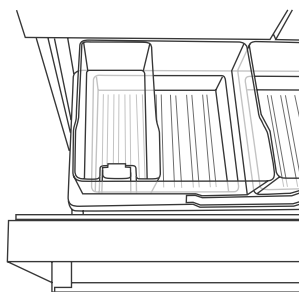

Fig.18 Bac à glaçons et cuillère à glace dans la bonne position
- Lorsque le bac à glaçons est plein ou qu'il n'est pas inséré correctement, l'appareil à glaçons ne fonctionne pas. Lorsque le bac à glaçons est inséré correctement, la cuillère à glaçons se trouve à l'avant du bac (reportez-vous à l'illustration Fig.18 de la page 71). L'appareil à glaçons ne fonctionne pas lorsque tous les bacs à glaçons sont retirés.